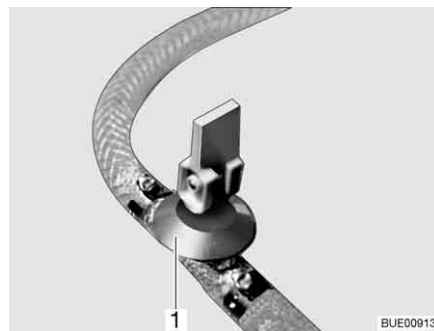
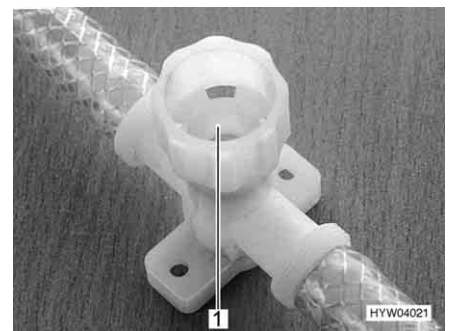

Bild 212 Ablasshahn (mit Kipphebel)
Bild 213 Ablasshahn (mit Drehkappe)
- Alle Ablasshähne öffnen. Dazu den Kipphebel des Ablasshahns (Bild 212,1) senkrecht stellen oder die Kappe des Ablasshahns (Bild 213,1) entgegen dem Uhrzeigersinn drehen.